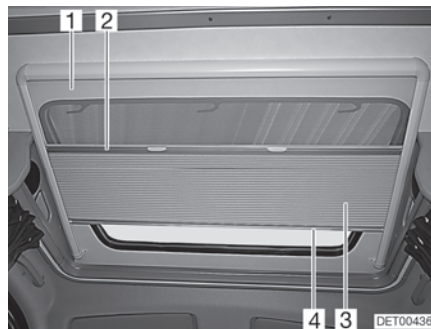

Bild 48 Takfönster
**Plisségardin** Plisségardinen (Bild 48,3) och insektsskyddet (Bild 48,1) är fastsatta i varandra.
- Ta tag i mitten på plisségardinens kantlist (Bild 48,4) och dra försiktigt ned den.
- Håll i plisségardinens kantlist (Bild 48,4) och drag sakta tillbaka den.
- Stänga:** ■ Ta tag i mitten på insektsskyddets kantlist (Bild 48,2) och dra försiktigt ned den.
- Öppna:** ■ Håll i insektsskyddet vid plisségardinens kantlist (Bild 48,4) och drag sakta tillbaka det.